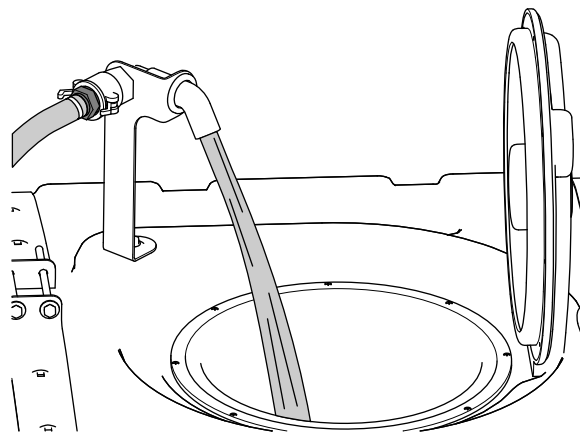

Figure 26
5. Ajoutez les trois quarts de l'eau nécessaire dans la cuve du pulvérisateur (Figure 26).